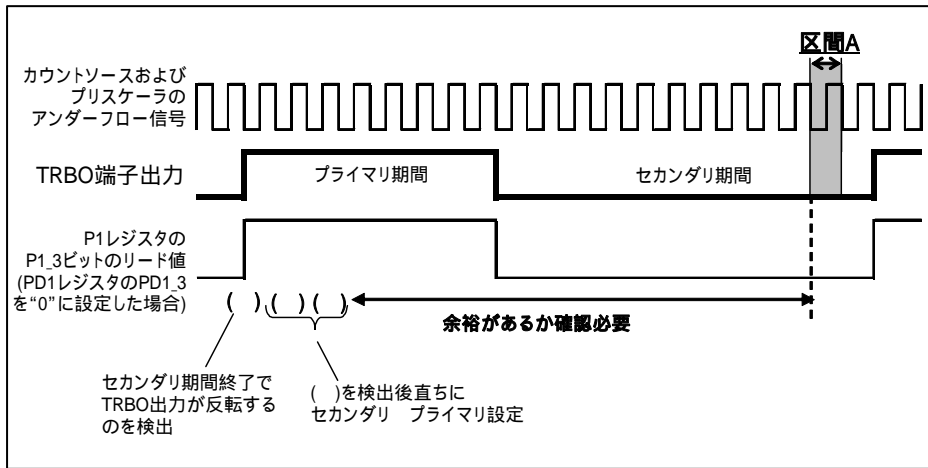

図8. 対策例(2)のTRBO端子出力値をリードする例
対策例(2) 図8に示すように TRBO 端子の出力レベルからプライマリ期間の開始を検出し、プライマリ期間の開始直後に、TRBSC レジスタ、TRBPR レジスタへの書き込みを実施してください。なお、ポート 1_3 方向ビット (PD1_3 ビット) を “0”(入力) に設定し、ポート 1_3 ビット (P1_3 ビット) の値を読むと、読んだ値は TRBO 端子出力値になります。